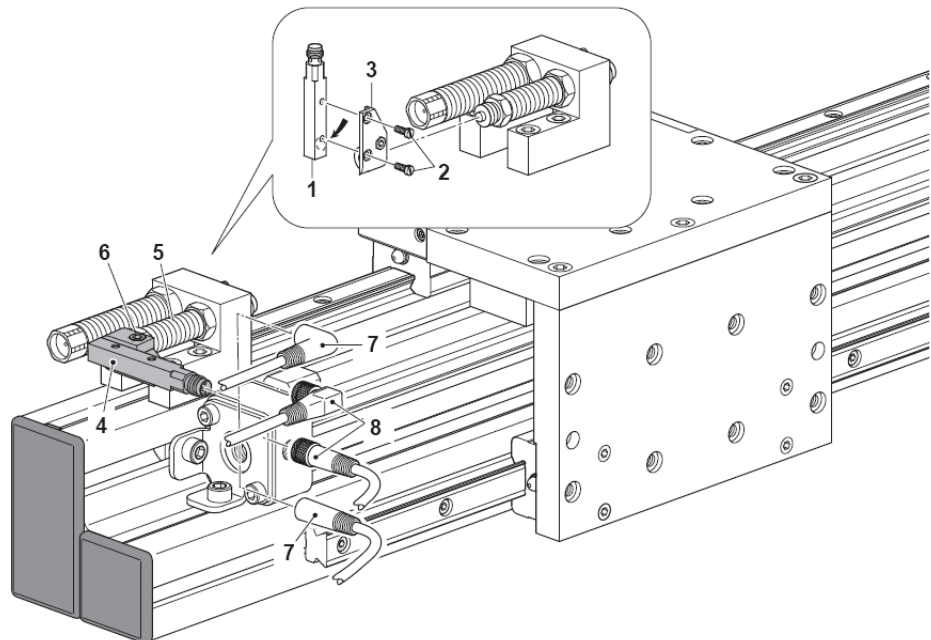

Fig. 37 Montage de l'initiateur 8x8 mm dans le PMP / PMP-c
1. Visser l'initiateur (Fig. 37, 1) avec les vis (Fig. 37, 2) sur le support de l'initiateur (Fig. 37, 3).
2. Insérer le support de l'initiateur avec l'initiateur (Fig. 37, 4) sur la vis de butée (Fig. 37, 5) jusqu'à la butée et le bloquer avec la vis (Fig. 37, 6).
3. Montez le connecteur (Fig. 37, 7 +8).